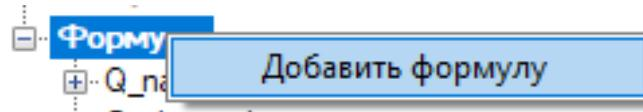

Рисунок 96. Добавление формулы
2. Добавляем ссылки, которые будут вычислять значения с нашей БД, учитываем, что вывод основной таблицы, сформированной в веб-интерфейсе, будет стандартной ссылкой \$DataTable\$. Также стандартными ссылками можно задать дату начала и конца и интервала вывода данных (\$DataStart&,DateEnd). Даты интервала в заголовке также можно задать стандартной ссылкой - \$Interval\$ (рисунок 96).